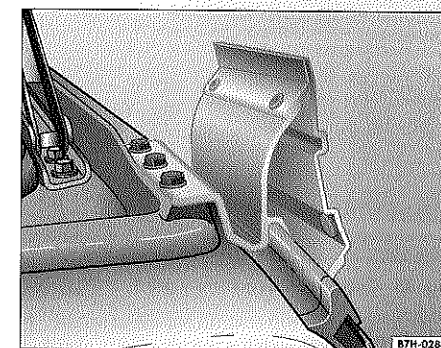

Fig. 35 Tornillos (tres) de la parte superior del soporte del toldo
- Desenrosque los tres tornillos superiores del primer soporte ⇒ fig. 35.